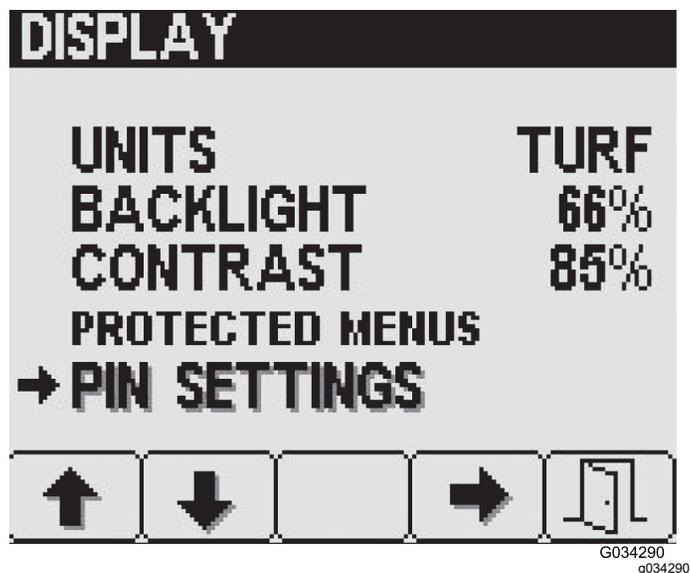

图 23
1. 按 DISPLAY 显示屏幕上的 1 号或 2 号按钮可导航至 PIN SETTINGS PIN 设置选项图 23。
2. 按 4 号按钮可选择 PIN SETTINGS PIN 设置子菜单图 23。